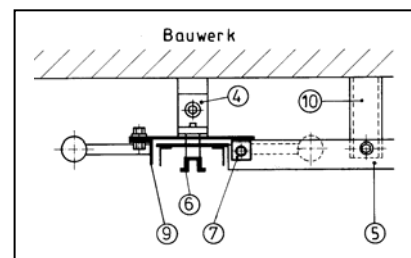

Abb. 2c
- Die Montage der waagerechten Fallschutzschiene (5) sowie die der Schienenhalter (10) ist nach separater Montageanleitung durchzuführen (Abb. 2c).